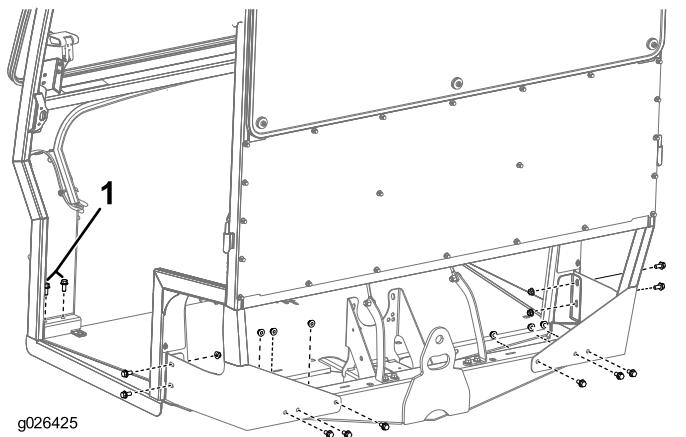

Figura 6
2. Sujete el bastidor a la máquina con 10 pernos ($\frac{3}{8}$ " x $\frac{3}{4}$ "), 10 tuercas ($\frac{3}{8}$ ") y 4 pernos ($\frac{3}{8}$ " x $\frac{7}{8}$ "), como se muestra en la Figura 6.